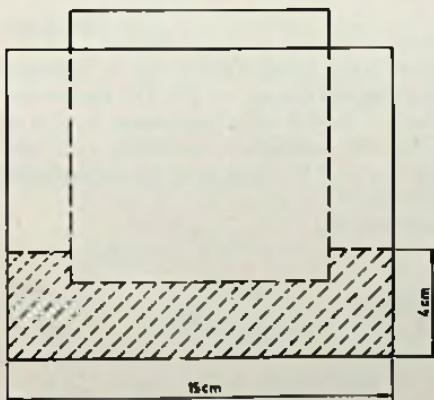

Fig. 1
- ② In een met water gevulde rechthoekige bak drijft een holle kubus (zie fig. 1). Het inwendige grondvlak van de bak is $15 \times 15 \text{ cm}^2$; het water in de bak staat 4 cm hoog.